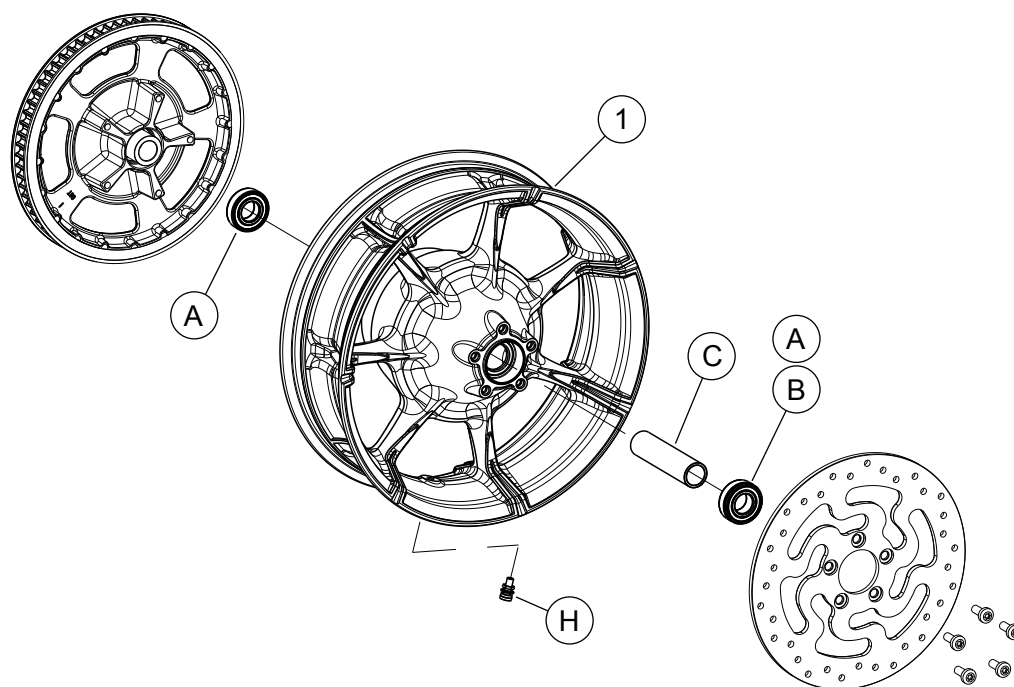

Figure 1. Pièces de rechange : Roues arrière Slicer
Voir Figure 1 et les tableaux des pièces détachées.
2. Voir Figure 1. Installer l'ensemble de tige de valve (H) sur la roue. Voir le manuel d'entretien.